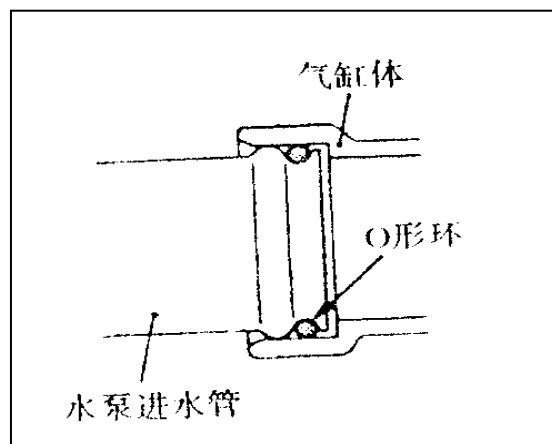

图 8-9
1) 把 O 形圈的外周或管内安装面用水濡湿后插入（**见图 8-9**）。